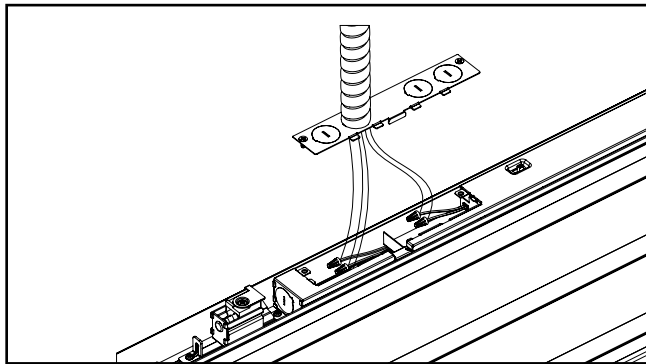

Figure 14.
9. Connectez les fils du conduit flexible à la boîte de jonction : vert à vert (mise à la terre), blanc à blanc (neutre), noir à noir (sous tension). Les fils rose et violet sont fournis pour raccorder un gradateur de 0 à 10 V. Voir la figure 14.